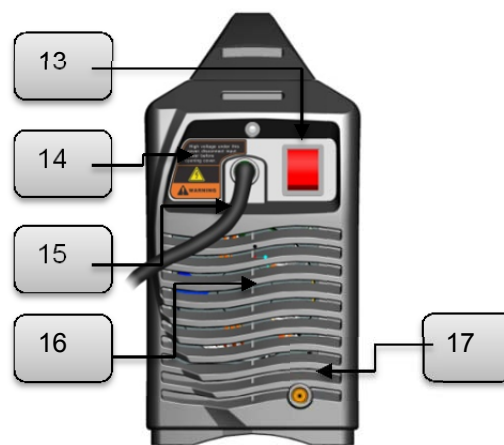

Рис. 2. Вид задней панели
2. Подсоедините газовый шланг к газовому разъему аппарата (**17, рис. 2**). Система газоснабжения, состоящая из газового баллона, редуктора и газового шланга должна иметь плотные соединения, чтобы обеспечить надежную подачу газа, что является чрезвычайно важным для осуществления TIG сварки.